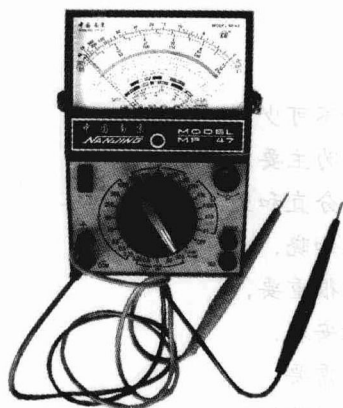

图 1-1 MF47 型万用表外形
MF47型万用表外形如图1-1所示。它由表头、表盘、转换开关、调零电位器、四个表笔插孔、晶体管插孔及机械调零钮组成，各部分的作用如下：
(3) 转换开关。MF47 型万用表的面板下部中间是测量转换开关（见图 1-1），只需转动一个开关即可选择各量程挡位，使用方便。转换开关指示盘与表盘相对应，按交流红色、晶体管绿色、其余黑色的规律印制成 3 种颜色，使用中不易搞错。
MF47型万用表表头的下边中间有一个机械调零器，用以校准表针的机械零位；面板下部右上角是欧姆挡调零旋钮（见图1-1），用于校准欧姆挡的“0 $\Omega$ ”指示。